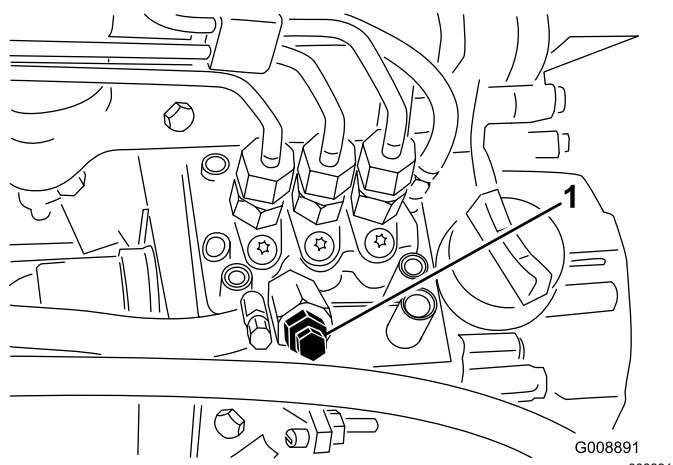

Figure 39
4. Desserez la vis de purge sur la pompe d'injection (Figure 39).